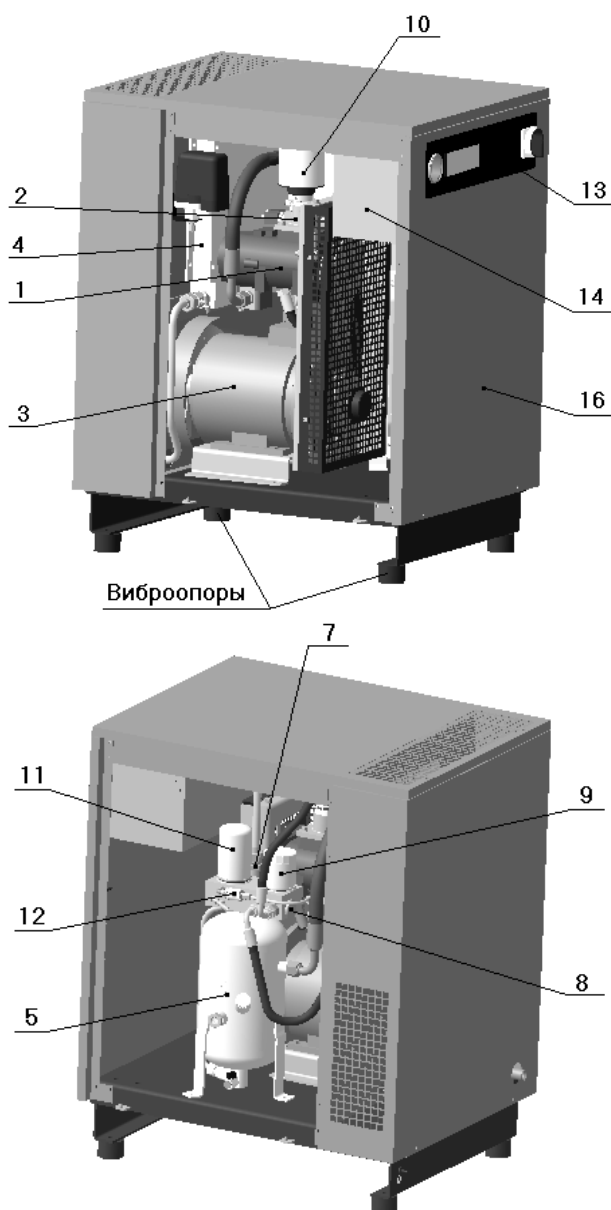
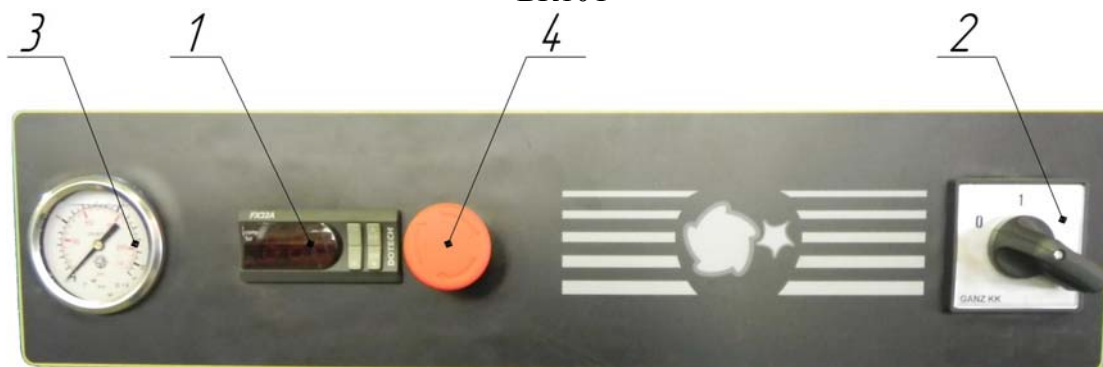
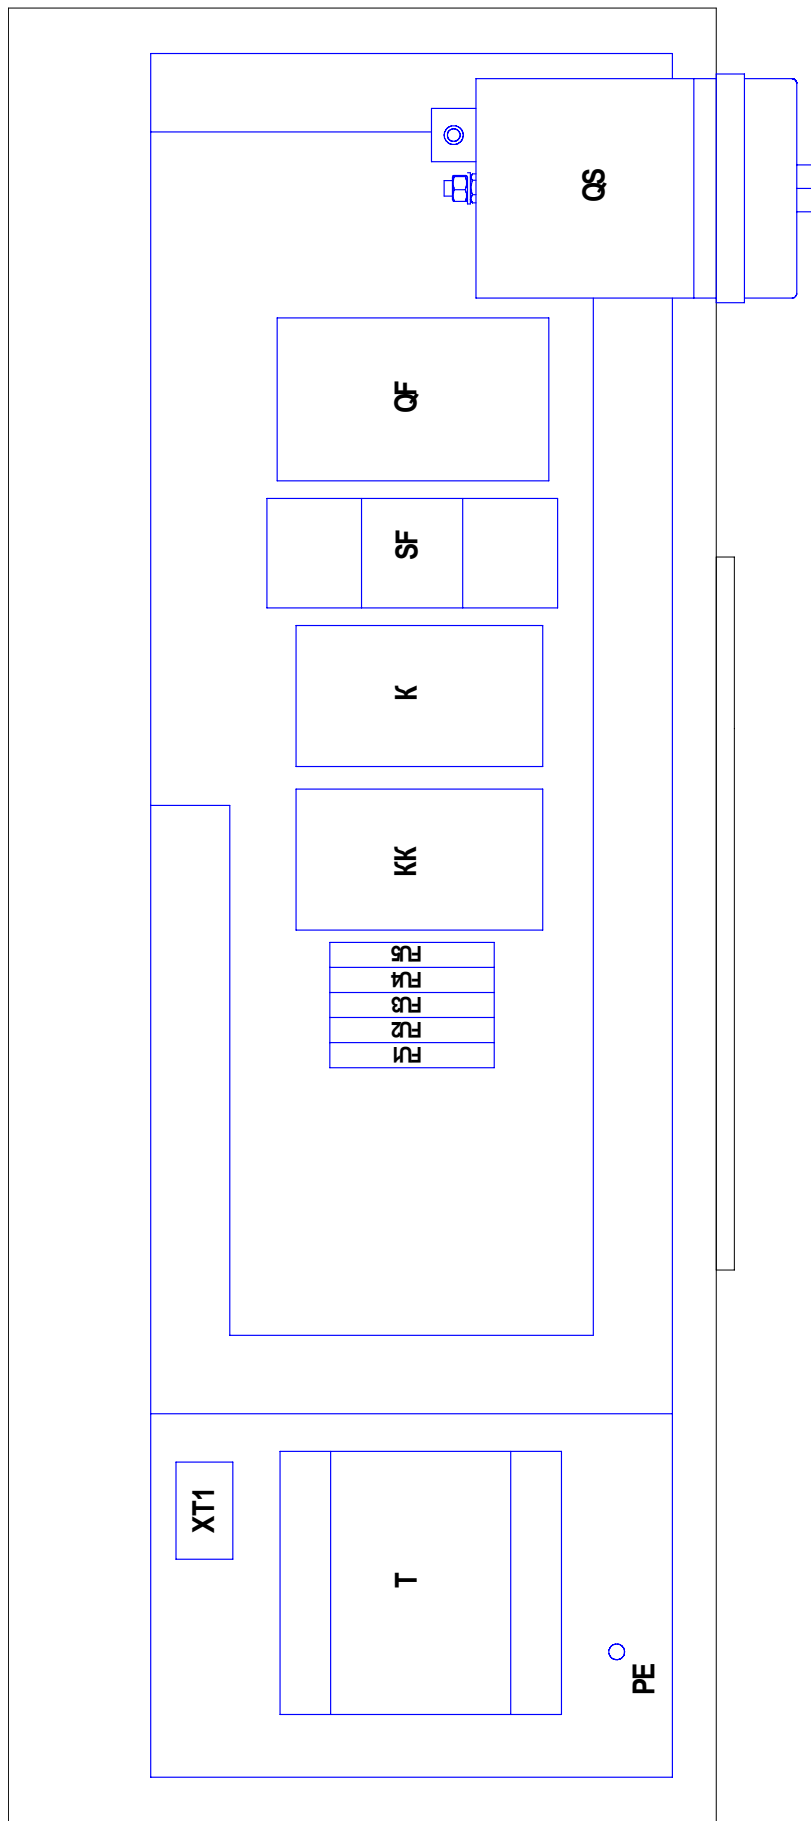

Рисунок 1 – Общий вид компрессорной установки ВК5Т-..., ВК7Т-..., ВК10Т-...
Рисунок 5
Рисунок 6 – Блок-схема платы монтажной ВК5Т, ВК7Т, ВК10Т
1 – Винтовой блок предназначен для выработки сжатого воздуха. Винтовые блоки, применяемые в компрессорных установках, приведены в таблице 4 (см. рисунок 1 или 2, или 3). В корпусе винтового блока расположены: винтовая группа, пропускные каналы для воздуха и масла, присоединительные фланцы.
2 – Клапан всасывающий (см. рисунок 1 или 2, или 3) воздушный выполняет функцию подачи воздуха в камеру сжатия и предотвращения выброса наружу сжатого воздуха и масла в момент останова установки при любом давлении подачи сжатого воздуха. Переключение клапана всасывающего в режим "ЗАГРУЗКА" или "ХОЛОСТОЙ ХОД" осуществляется при помощи клапана электромагнитного, который управляется программируемым контроллером от сигнала датчика давления.
3 – Электродвигатель (см. рисунок 1 или 2, или 3) предназначен для привода винтового блока.
4 – Воздушно-масляный радиатор (см. рисунок 1 или 2, или 3) двухсекционный, комбинированный, выполняет функции охлаждения масла и предварительного охлаждения воздуха на выходе из установки. Радиатор охлаждается проходящим через него потоком воздуха, который нагнетается вентилятором, установленным на втором конце вала электродвигателя привода установки.
5 – Маслосборник (см. рисунок 1 или 2, или 3) выполняет следующие функции:
7 – Клапан минимального давления (см. рисунок 1 или 2, или 3), установленный на линии нагнетания, предназначен для поддержания минимального давления в пределах 0,2...0,4 МПа внутри установки до тех пор, пока давление в распределительной сети не уравнивается с давлением внутри
8 – Термостат (см. рисунок 1 или 2, или 3) состоит из запорного плунжера и термочувствительного глицеринового элемента, изменяющего направление потока масла в зависимости от температуры и смонтирован в корпусе, на котором также установлен фильтр масляный.
9 – Фильтр масляный (см. рисунок 1 или 2, или 3) неразборный изготовлен в металлическом корпусе. Он расположен в контуре смазки и предотвращает попадание твердых частиц на рабочие поверхности винтов и подшипников. Его замена необходима после выработки часов, указанных в разделе "ТО", а частота замены напрямую зависит от технического обслуживания воздушного фильтра и от качества масла.
10 – Фильтр воздушный (см. рисунок 1 или 2, или 3) впускной открытого типа. Функция воздушного фильтра - предотвращение попадания загрязняющих частиц в зону винтовой группы и систему смазки. Некачественное обслуживание воздушного фильтра приводит к уменьшению срока службы блока винтового.
11 – Фильтр-маслоотделитель (сепаратор) (см. рисунок 1 или 2, или 3) завершает операцию отделения масла от сжатого воздуха и обеспечивает остаточное содержание масла в сжатом воздухе не более 3 мг/м³. Пропускная способность фильтра-маслоотделителя зависит от качества масла и его рабочей температуры.
12 – Визуализатор возврата масла (см. рисунок 1 или 2, или 3) предназначен для визуальной оценки количества масла на возврате из фильтра-маслоотделителя. Масло, отделенное фильтром-маслоотделителем, возвращается в систему смазки установки. Функцией визуализатора является управление расходом возвратных потоков воздуха и масла. Визуализатор позволяет проверить эффективность работы фильтра-маслоотделителя и системы сепарации.
13 – Панель управления (см. рисунок 1 или 2, или 3). На лицевую сторону панели управления вынесены следующие органы управления (рисунок 5):
14 – Шкаф с электроаппаратурой (см. рисунок 1 или 2, или 3) представляет собой короб закрытого типа с установленной платой, на которой смонтирована пускорегулирующая аппаратура и устройства защиты (блок-схема см. рисунок 6), доступ к которым осуществляется путем демонтажа верхней панели корпуса и крышки шкафа.
16 – Корпус шумозащищенного исполнения (см. рисунок 1 или 2, или 3) служит для снижения уровня шума в рабочей зоне установки.
- 4) Плавкие предохранители - (см. рисунок 6) защита цепей управления и сигнализации;